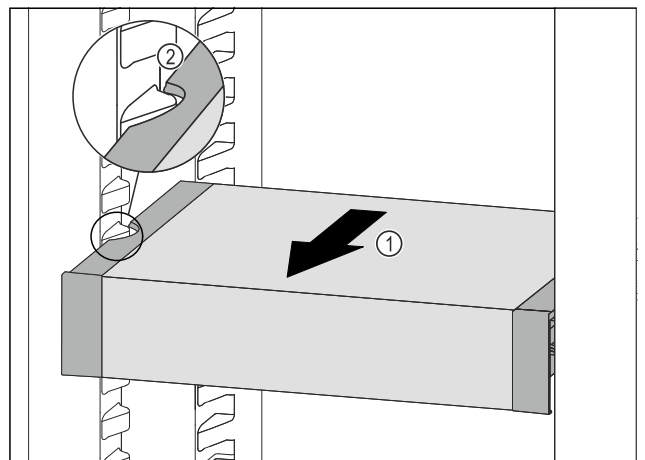

Fig. 134
- ▶ Predal VarioSafe povlecite naprej Fig. 134 (1), dokler nista stranska izreza predala VarioSafe na višini nastavka za posodo v hladilniku. Fig. 134 (2)